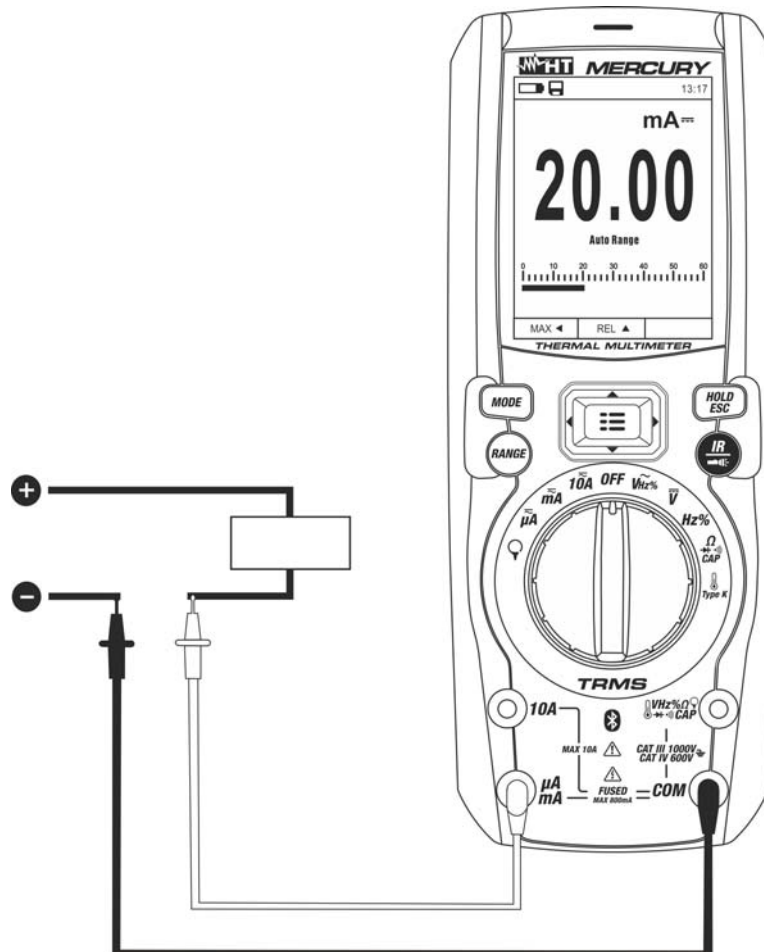

Fig. 28: Utilisation de l'instrument pour mesure de Courant DC et AC+DC
4. Connecter l'embout rouge et l'embout noir en série au circuit duquel on veut mesurer le courant en respectant la polarité et la direction du courant dont à la Fig. 28.
8. L'affichage du symbole « - » sur l'écran de l'instrument indique que le courant a une direction opposée par rapport à la connexion de Fig. 28